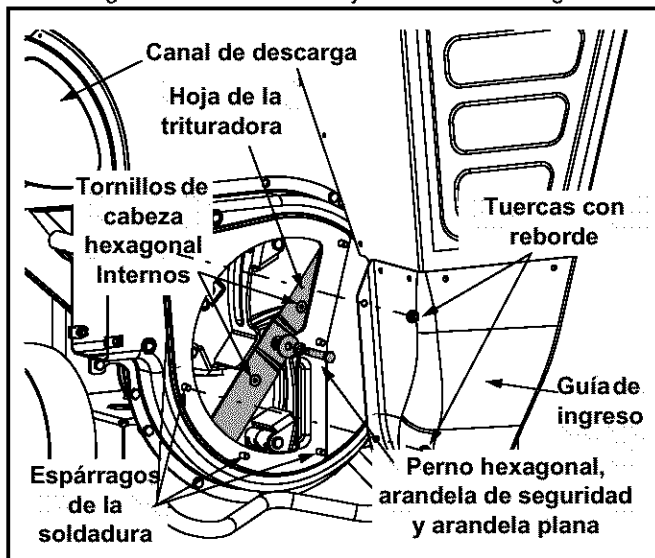

Figura 20
- Saque las seis tuercas con reborde que sujetan la guía de ingreso de la tolva a la caja del motor. Ver Figura 20.
- Saque los dos tornillos hexagonales internos que sujetan la hoja de la trituradora al motor. Ver Figura 20.
NOTA: Use una llave hexagonal de 3/16" (Allen) en el exterior de la hoja de la trituradora y una llave de tubo de 1/2" (o cubo) en el interior de la hoja de la trituradora. Ver Figura 20. Sostenga la llave Allen quieta y gire la llave de tubo (o cubo) para aflojar la tuerca.